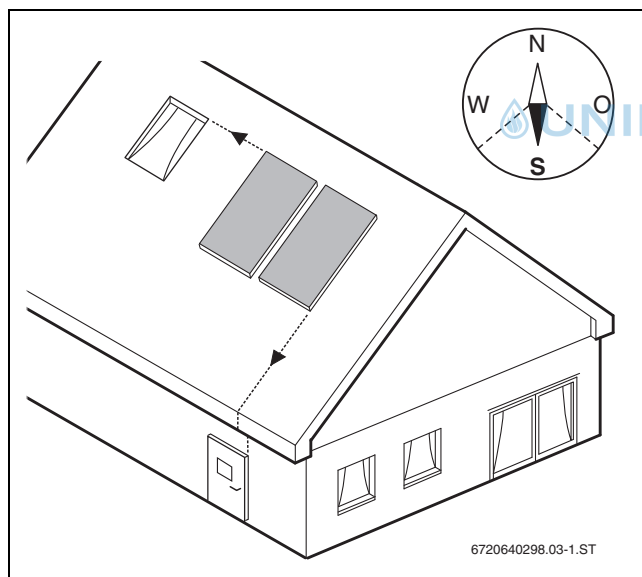

Bild 10
- Kollektorfeld möglichst südlich ausrichten (→ Bild 10).
- Kollektorfeld so ausrichten, dass es mit Fenstern, Türen usw. fluchtet (→ Bild 10).